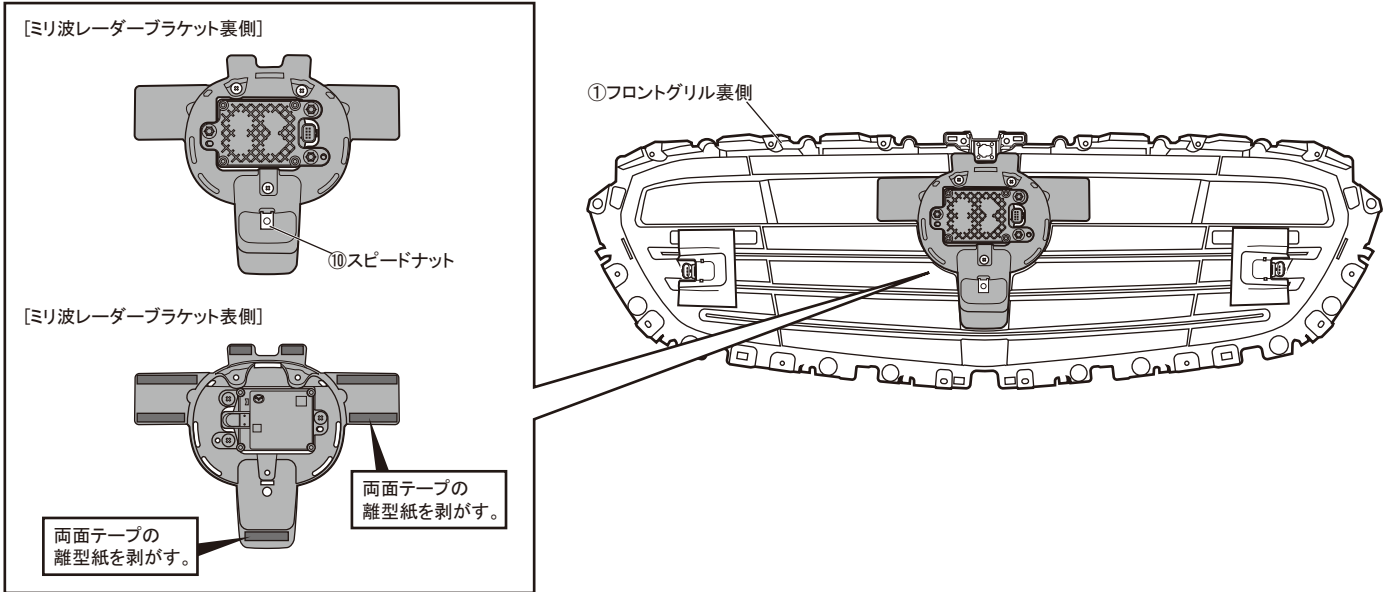

図8 ①フロントグリル取付け
11. 図8を参照し、⑦トラスボルトと⑧フランジナットを使用し、①フロントグリルの10箇所をフロントバンパーに固定します。